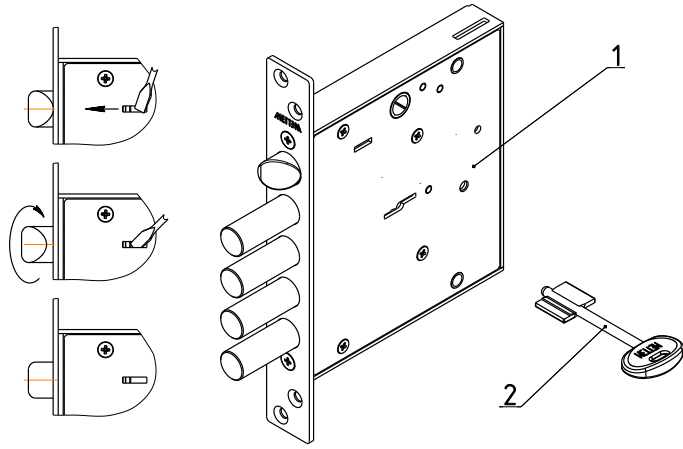

Рис.1
Комплектность замка приведена в таблице и показана на рис. 1.
4.2. Установить при необходимости защёлку в соответствующее положение для правой или левой двери путем ее выдвижения из корпуса отверткой через отверстие в крышке замка и разворота на 180° вокруг своей оси (см. рис.1).